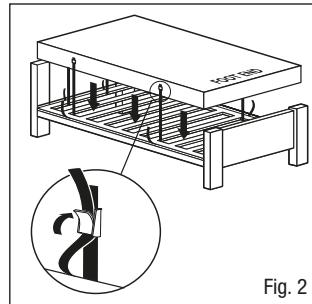

Fig. 2
3. Fastgør madrassen til sengebunden ved hjælp at de justerbare stropper - før stropperne gennem sengestellets madrasplatform og fastgør spænderne (Fig. 2), så de ikke hindrer de bevægelige komponenter på elektriske senge. Dette er vigtigt, da det forhindrer, at madrassen løsnes fra sengestellet og forårsager eventuelle personskader. Et sæt stropførlængere kan leveres til brug ved boksmadrasser (delnummer 11062).